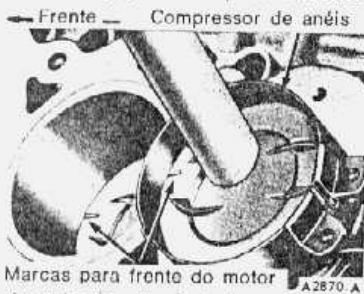

fig. 32 — instalação do êmbolo
- Instalar a cinta compressora de anéis no êmbolo e empurrá-lo para o interior do cilindro com o cabo de um martelo, até o êmbolo atingir uma posição pouco abaixo do topo do cilindro (fig. 32). Guiar a biela para evitar danos do moente da árvore de manivelas. Instalar o êmbolo com a marca na cabeça, voltada para a frente do motor.